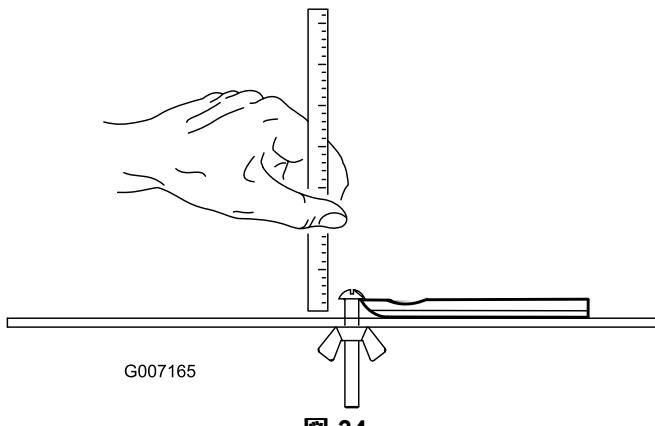

図 34
**注** どのベッドナイフでも、その使用限界はベッドナイフの底面を基準として判断します図 34。